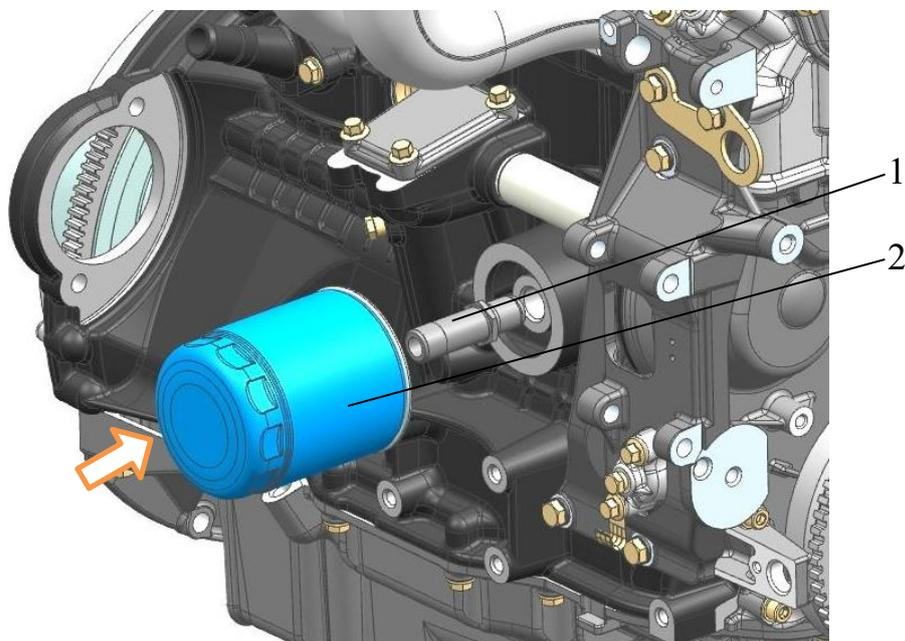

Рис.187. Установка штуцера и масляного фильтра:
4. Завернуть штуцер масляного фильтра 1 (рис.187) моментом 39,2...58,8 Н·м (4...6 кгс·м). Установить масляный фильтр 2. Перед установкой фильтра смазать моторным маслом резиновую прокладку фильтра. Навернуть фильтр на штуцер до касания резиновой прокладкой фильтра поверхности блока цилиндров и затем довернуть рукой на  $\frac{3}{4}$  оборота.